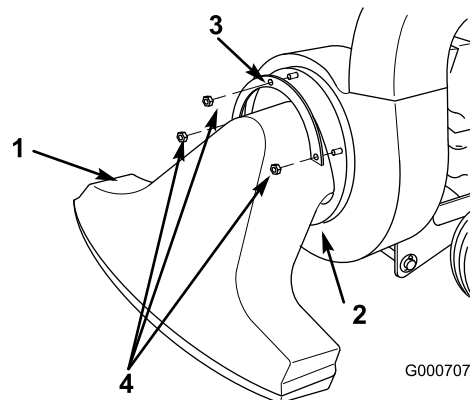

Figura 10
1. Monte el borde inferior de la brida de la boquilla sobre el soporte de montaje (Figura 10).
2. Coloque la brida de fijación sobre los extremos de los 3 pernos que sobresalen de la boquilla de aspiración (Figura 10).
3. Fije la boquilla y la brida al soplador con 3 arandelas y contratuercas (Figura 10).